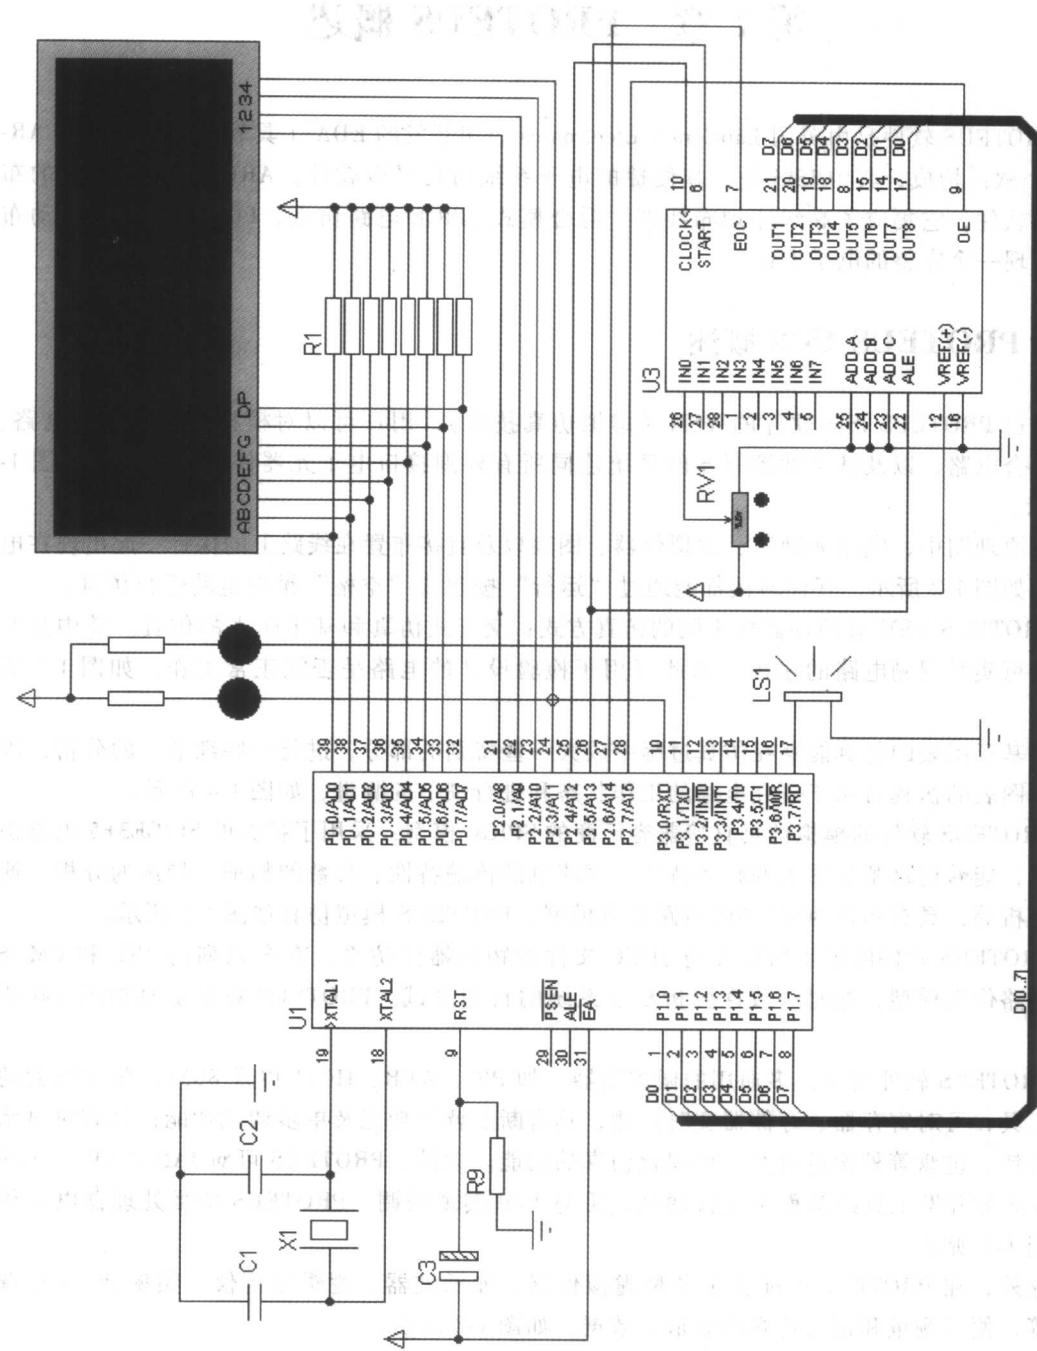

图 1-1 基于微控制器的系统连同所有外围接口电子元器件的仿真
通过 PROTEUS ISIS 软件的 VSM（虚拟仿真技术），用户可以对模拟电路、数字电路、模数混合电路，以及基于微控制器的系统连同所有外围接口电子元器件一起仿真，如图 1-1① 所示。